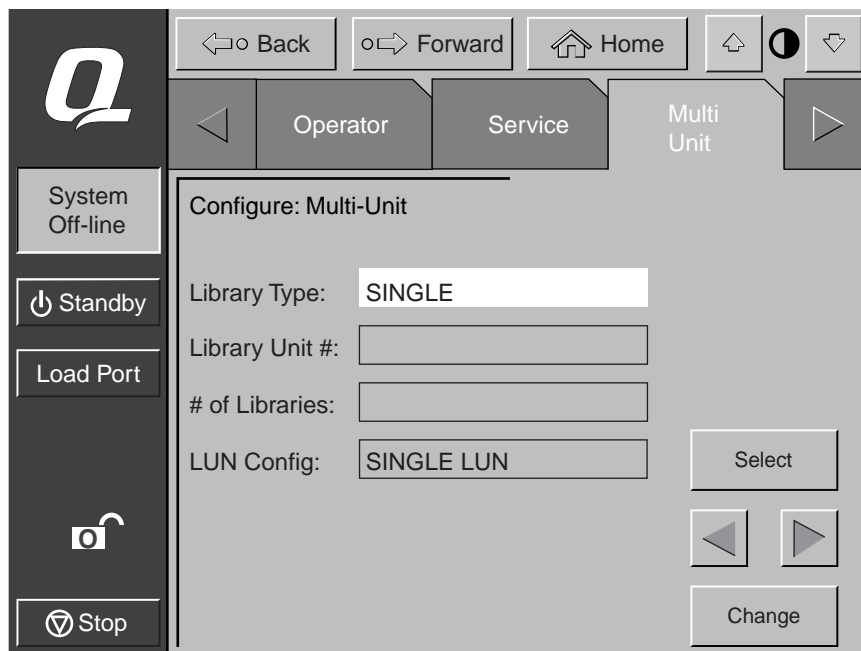

Figura 3-4. Pantalla Configure Multi-Unit (MUSL; Configurar Multiunidades)
4. Introduzca Single (Una), Master (Principal) o Slave (Secundaria) en el campo Library Unit (Unidad de Biblioteca) (consulte la Figura 3-4). La biblioteca conectada al host es la biblioteca principal. Cualquier biblioteca del sistema de multiunidades puede ser una biblioteca principal. El resto de las bibliotecas son secundarias.
5. Introduzca un número del 0 al 4 en el campo Library Unit # (Nº de Unidades de Biblioteca) (consulte la Figura 3-4).
- ❶ Biblioteca 0
- ❷ Biblioteca 1
- ❸ Biblioteca 2
- ❹ Biblioteca 3
- ❺ Biblioteca 4
- ❻ Lateral izquierdo
- ❼ Lateral derecho
6. Inserte un número (del 1 al 5) en el campo # of Libraries (Nº de Bibliotecas) para establecer el número de bibliotecas en el sistema de bibliotecas multiunidades (consulte la Figura 3-4).